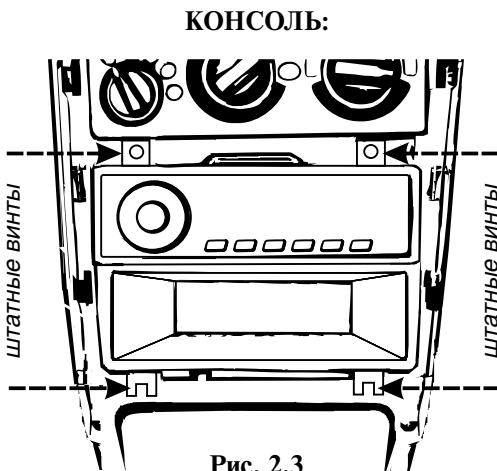

Рис. 2.3
2. Открутите четыре штатных винта, рис. 2.3, удерживающие металлический блок с отделениями для магнитолы и перчаточного ящика.